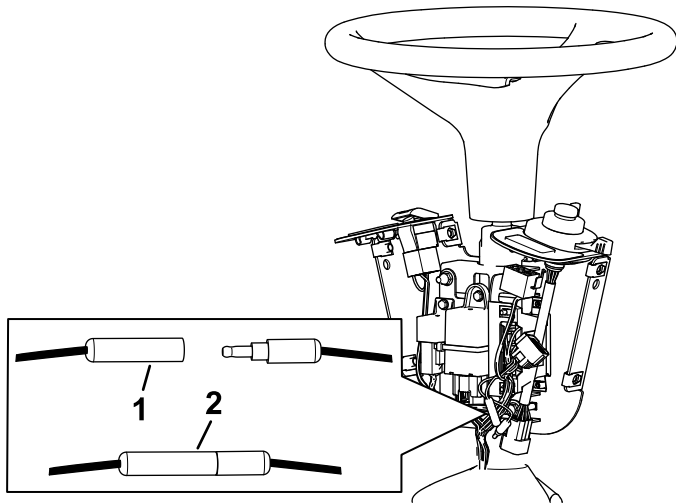

Figure 9
- Si la machine est utilisée en Amérique du Nord, branchez les connecteurs cylindriques comme montré à la Figure 9.